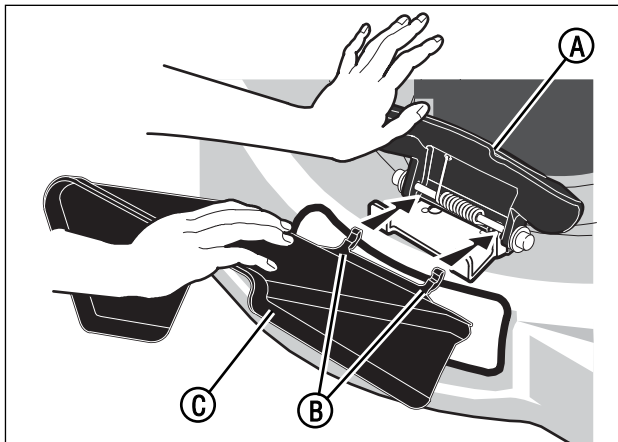

Figura 8: installazione del deflettore di scarico laterale
1. Sollevare la copertura della pacciamatrice (**A, Figura 8**).